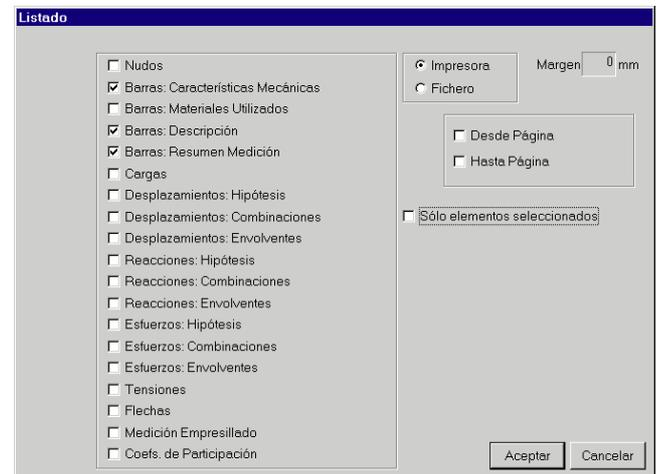

Fig. 3.2
Observe todas las posibilidades de listados (Fig. 3.2). Con esta opción podrá obtener por impresora o fichero de texto todos los documentos asociados a la estructura con la que está trabajando, sus datos y sus resultados.
1. **Listado sobre elementos seleccionados.** Si elige esta opción, seleccione algunas barras y pulse . Se abrirá la ventana **Listado** (Fig. 3.2) y podrá marcar los datos que desea imprimir, relativos sólo a las barras que haya seleccionado y que se verán en color **magenta**. Observe que está activada la casilla '**Sólo ele-**
- 2. Listado de toda la estructura.** Una vez elegida esta opción, se abrirá la Fig. 3.2. En este caso solamente podrá imprimir los datos que marque en esta ventana pero relativos a todos los elementos de la estructura.